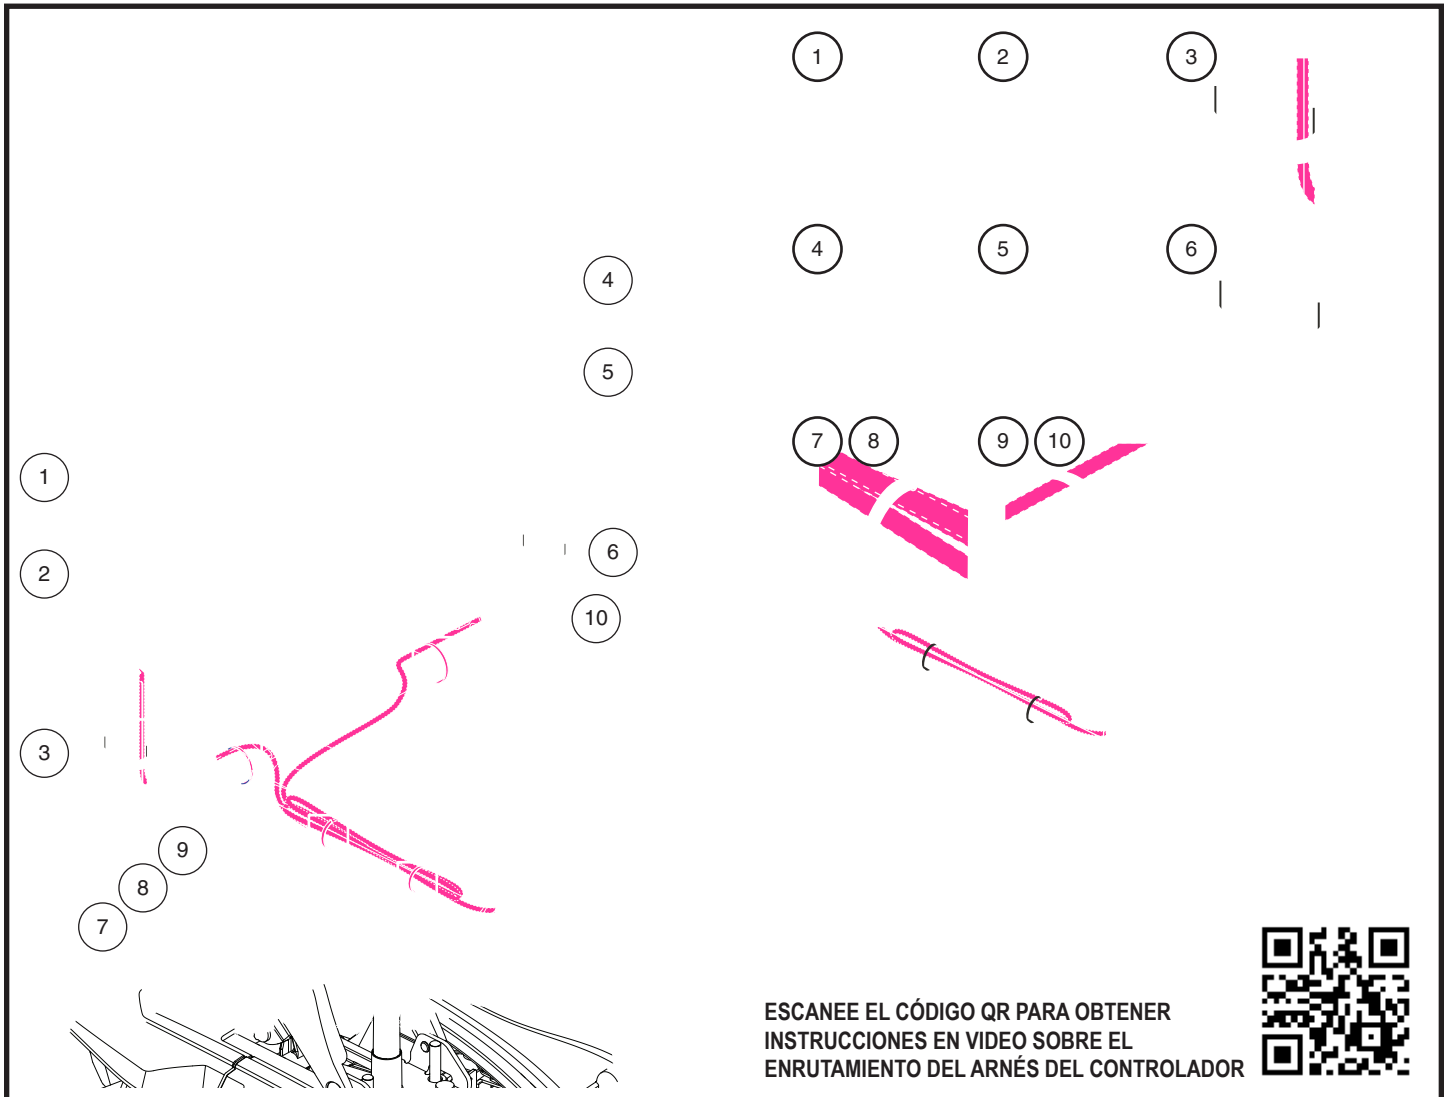

Figura 11. Disposición del cable del regulador
17. Sujete los cables en el reposabrazos con la brida para cables suministrada, como se muestra en la **figura 11.**
19. Disponga los cables a lo largo del receptor del reposabrazos y la placa del asiento con la brida para cables suministrada, como se muestra en la **figura 11.**
¡ADVERTENCIA! Asegúrese de que todos los cables estén dispuestos correctamente como se muestra en la figura 11. Una disposición incorrecta puede causar un daño al interruptor de la luz, al regulador o a otros componentes eléctricos.
1. Para las ubicaciones 1 a 10, apriete las ataduras de cables en su lugar de acuerdo con la ruta correcta del arnés que se muestra la figura 11.
NOTA: per istruzioni video sull'instradamento del cablaggio del controller, visitare <https://youtu.be/KHdTQK9KXn0> o eseguire la scansione del codice QR mostrato nella figura 11 con il dispositivo smartphone.
9. Disponga el cable del regulador a lo largo de la estructura del asiento y sujételo con alambres. **Ver figura 11.**